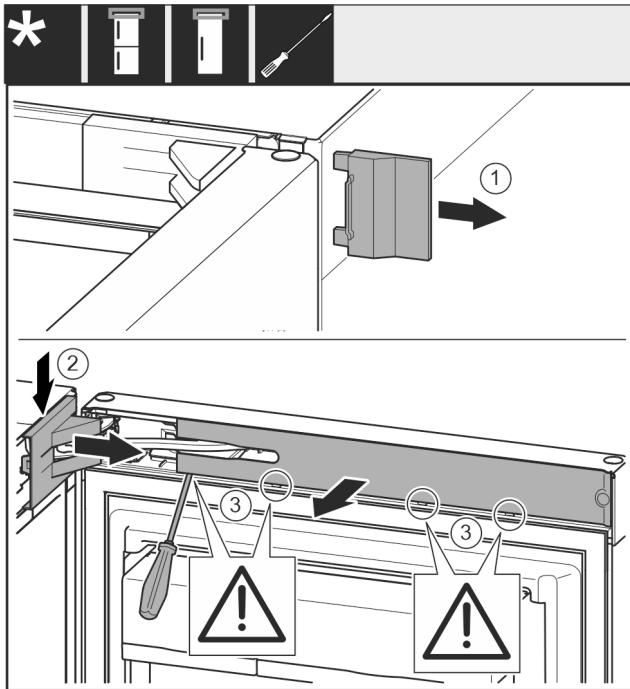

Fig. 8
► Poista ulompi suojus. Fig. 8 (1)
► Vapauta laakeripukin suojus lukituksesta ja irrota se. Poista laakeripukin suojus. Fig. 8 (2)
► Avaa paneelin ruuvit uraruuvimeisselillä ja käännä paneeli sivuun. Fig. 8 (3)